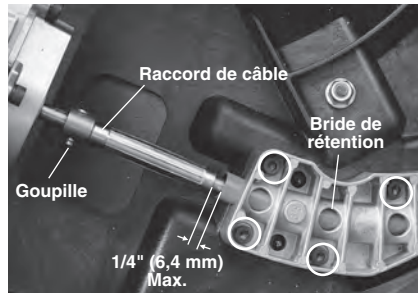

Figure 16 – Montage de la bride de rétention du câble
3. Retirez les vis de la bride de rétention du câble, puis retirez la bride (Figure 16).
6. Inversez le processus pour remonter l'ensemble. La gaine doit recouvrir le câble sans laisser plus de ¼" (6 mm) de câble exposé (Figure 16). Serrez l'ensemble des vis à fond.